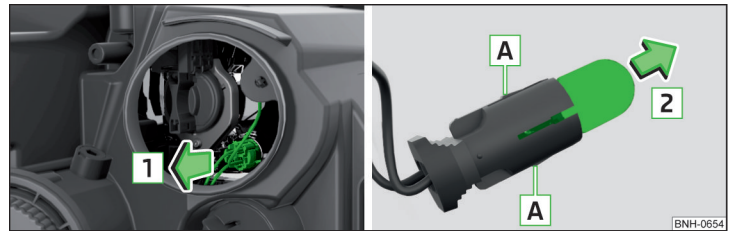

Abb. 187 Glühlampe für Standlicht wechseln
- › Den Sockel mit der Glühlampe mit Wackelbewegungen in Pfeilrichtung **1** » Abb. 187 herausziehen.